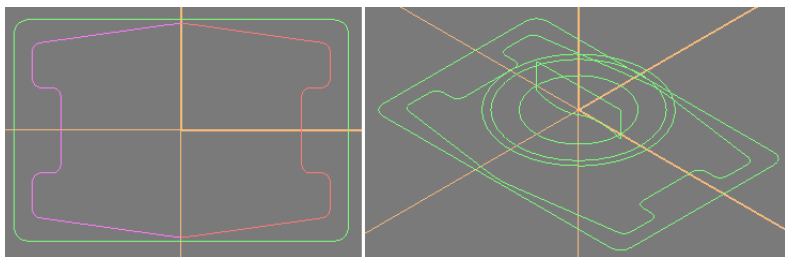

图 4-31 串联镜射与二维模型
- 6) 以 Y 轴镜射方式复制该串联, 如图 4-31 左图所示。单击屏幕上方工具条清除颜色。
- 8) 将萤幕视图切换到前视图, 以 X-20 Y-2、X-10 Y-4、X0 Y-2 三点画弧, 以 X0 Y-2、X10 Y0、X20 Y-2 三点画弧。以 X-20 Y-2、X-20 Y10 两点画线, 以 X20 Y-2、X20 Y10 两点画线, 连接 X-20 Y10、X20 Y10 两点, 将萤幕切换到等角视图, 如图 4-31 右图所示。
11) 将萤幕切换到等角视图，选择图 4-31 左边图形，实体挤出，方向：上，距离：10，点选“建立主体”；以 R850 圆实体挤出，勾选“两边同时延伸”，距离：50，点选“建立主体”。单击菜单“布尔运算”，选择刚才建立的两个实体，选择“交集”，单击“执行”。